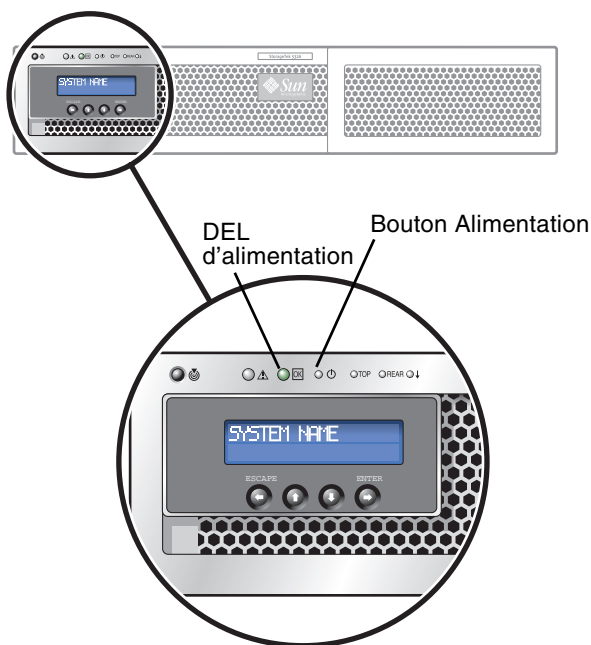

FIGURE 3-12 Bouton d'alimentation et autres composants du tableau de bord
7. En utilisant la pointe d'un stylo ou un outil similaire, appuyez sur le bouton Alimentation (FIGURE 3-12).